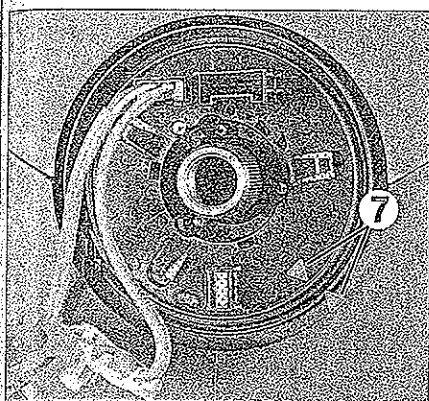

FIG. 8
Al montar, comprobar el alineamiento de las marcas (7) del contactor giratorio (fig. 8). Proceder a la conexión del sistema de airbag.